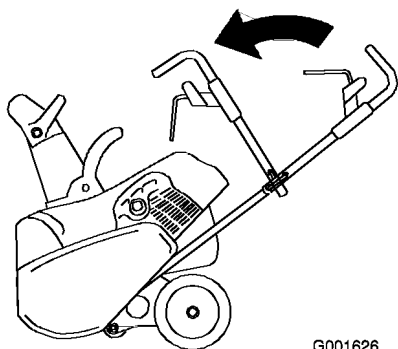

Figure 27
2. Pliez la moitié supérieure du mancheron en avant, de la manière indiquée (Figure 27).